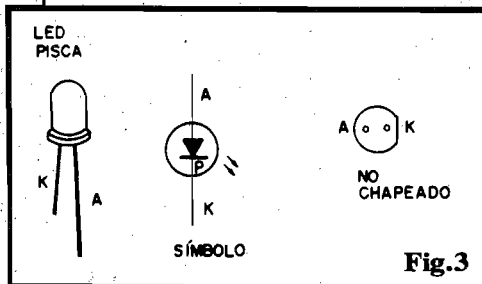

Fig. 3
- FIG. 3 - O LED "PISCA" - Esse componente, externamente, nada difere de um LED comum... A semelhança é tão completa que, se um LED "pisca" for "jogado" numa caixinha que já contenha alguns LEDs comuns, da mesma cor, a única maneira de posteriormente identificá-lo é testando um a um, todos os componentes! Cuidado, portanto, para não "misturar" o dito LED especial com os demais... A figura mostra (para benefício dos principiantes...) o dito LED "pisca" em aparência, símbolo e estilização especialmente usada no chapado do PILEP. Notem alguns pontos importantes: embora em tese LEDs "pisca" de qualquer cor possam ser usados no circuito do PILEP, recomendamos enfaticamente que o componente seja do tipo **vermelho, standard** (redondo, 5 mm), já que os mais seguros resultados de Laboratório foram obtidos com tal peça... Cuidado, também, com a aquisição de eventuais "refugos" industriais, que campeiam pelas Lojas "menos honestas"... É bom exigir que o LED pisca seja testado no momento da aquisição, ou então apenas comprá-lo em fornecedor de reconhecida ética co-